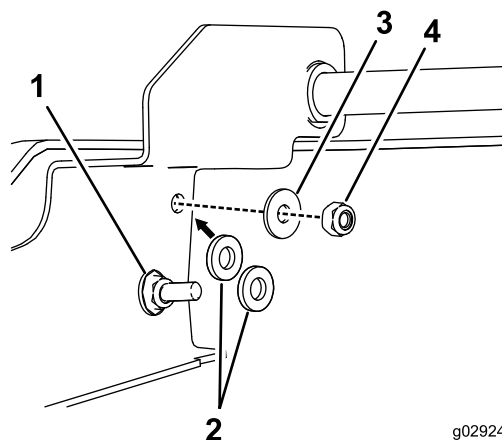
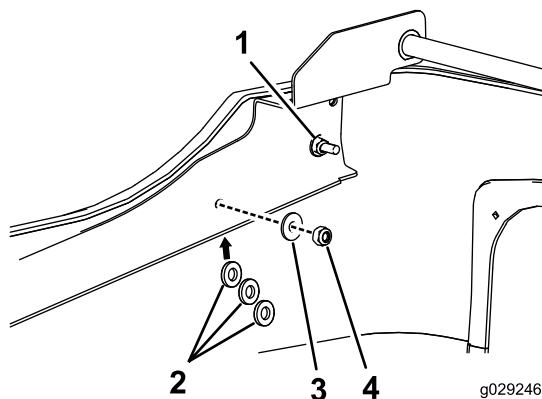
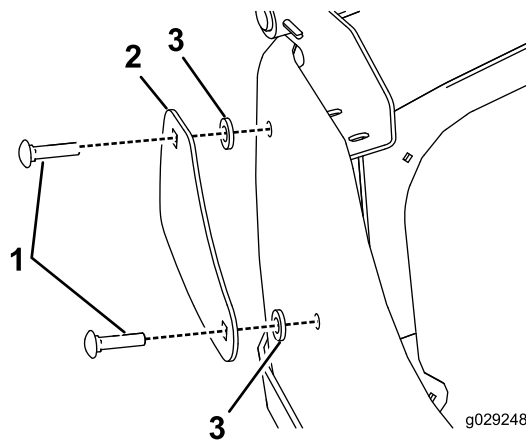

Bild 4
Bild 5
Bild 6
9. Lösen Sie zum Befestigen der Klemmplatten die Muttern der Großkopfschraube und schieben Sie zwei Gummischeiben unter die hintere Befestigungsstelle (**Bild 4**) und drei Gummischeiben unter die vordere Befestigungsstelle (**Bild 5**). Stecken Sie die Schlossschrauben dann durch die Außenseite der Motorhaube (**Bild 6**) und befestigen sie mit den mitgelieferten Muttern und Scheiben. Ziehen Sie die zwei Muttern an jeder Klemmplatte an, bis die Kontaktflächen zwischen den Scheiben und der